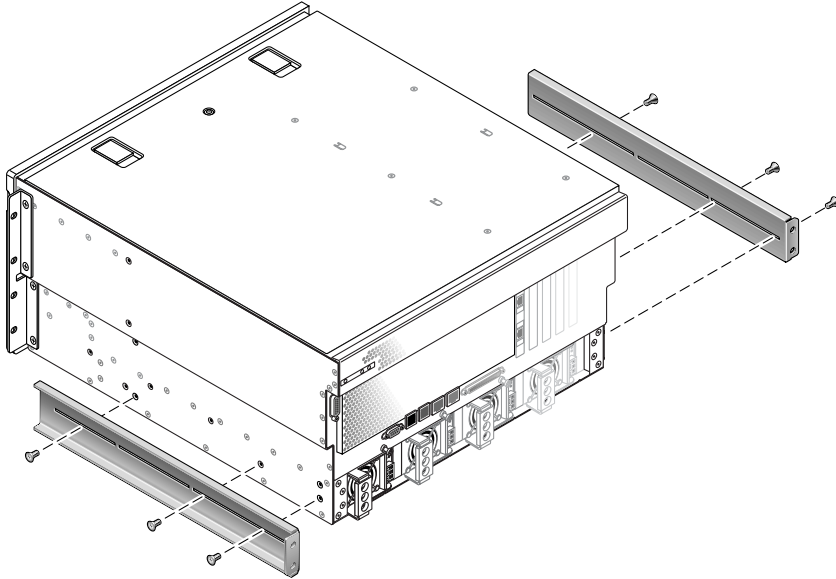

图 3-3 安装后端装配支架
5. 将后端装配支架安装在服务器的背面，且后端装配支架一直延伸到测量得出的机架深度（图 3-3）。